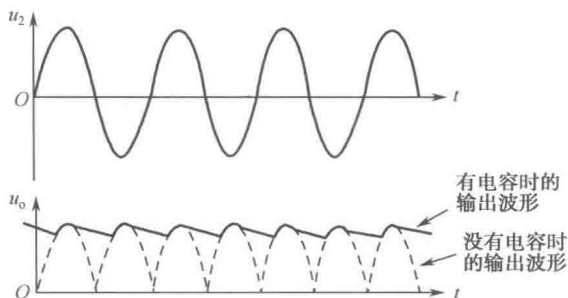

图 1-14 滤波电路电压波形 (二)
(2) 当 R_L 接入 (且 $R_L C$ 较大) 时 (忽略整流电路内阻), 电容 C 充电快而放电慢, 电压波形如图 1-14 所示。